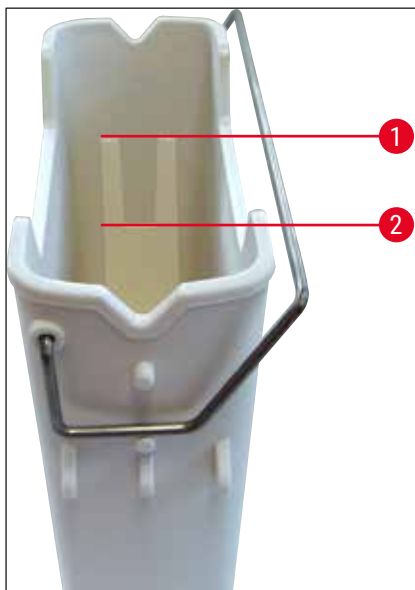
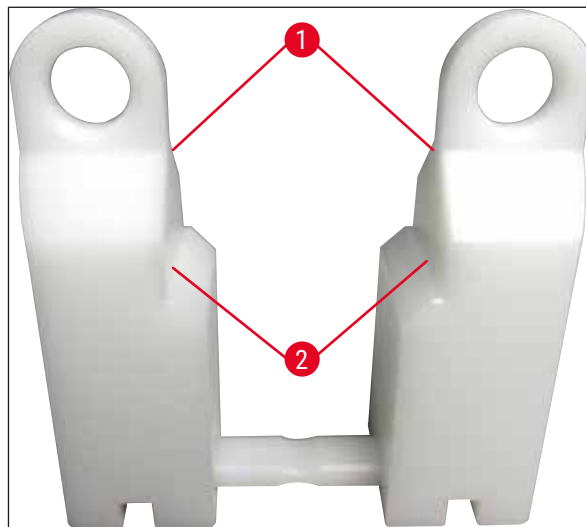

Fig. 66
Fig. 67
Vérifier que la poignée de la cuvette de réactifs est correctement installée sur la cuvette de réactifs. Si ce n'est pas le cas, fixer la poignée comme indiqué sur la (→ "Fig. 66").
- Lors du remplissage de chaque type de cuvette de réactifs, observez les repères des niveaux de remplissage à l'intérieur des cuvettes de réactifs (→ "Fig. 66") (→ "Fig. 67").
- Si des inserts pour colorations spéciales (→ "Fig. 67") sont utilisés dans les cuvettes de réactifs afin de réduire le volume de réactifs, il faut d'abord les insérer dans la cuvette de réactifs, puis remplir le réactif au moins au niveau de remplissage minimal indiqué (→ "Fig. 67-2"), mais pas au-dessus du niveau de remplissage maximal (→ "Fig. 67-1").